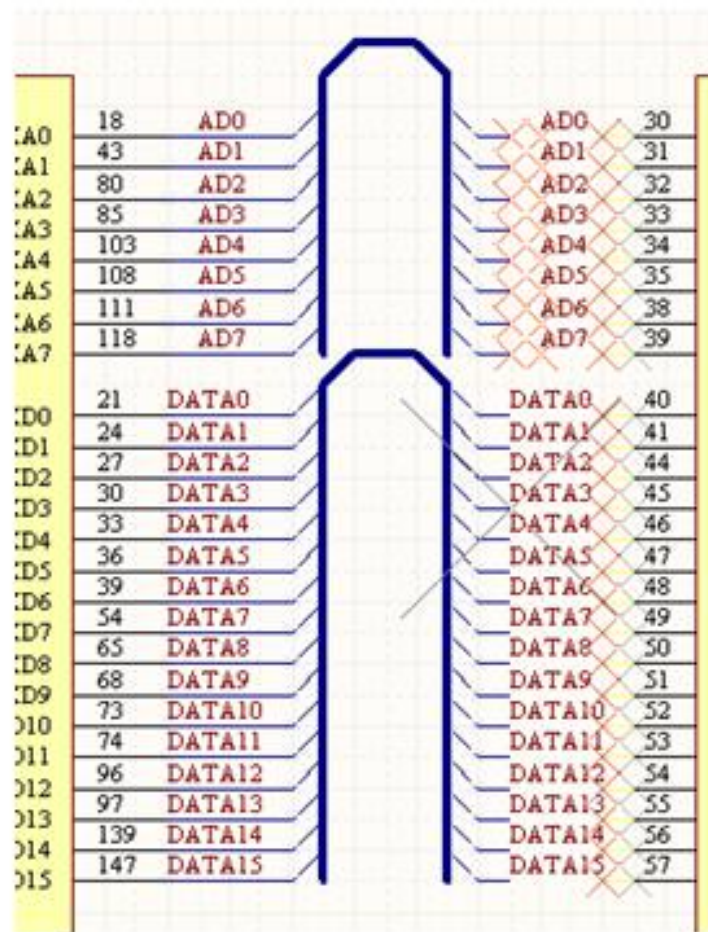

图 3-81 复制网络标号
3) 当左半部分的网络标号放置完成后，采用将已放置的网络标号全部选取，选取后，执行快捷键**E|C**，再执行**E/P**，鼠标上出现被复制的网络标号，移动鼠标放置到应放置的位置，如图3-81所示。